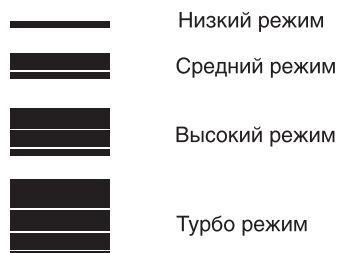

Рис. 4
2. Кнопка «SPEED LEVEL» (выбор скорости вращения вентилятора). Ручной режим. Производительность увлажнения зависит от скорости вращения вентилятора. В ручном режиме возможен выбор 4-х различных скоростей вращения. Для установки скорости вращения следует нажать на кнопку «SPEED LEVEL» на панели управления и выбрать необходимый уровень производительности (низкий, средний, высокий и турбо – рис. 4).